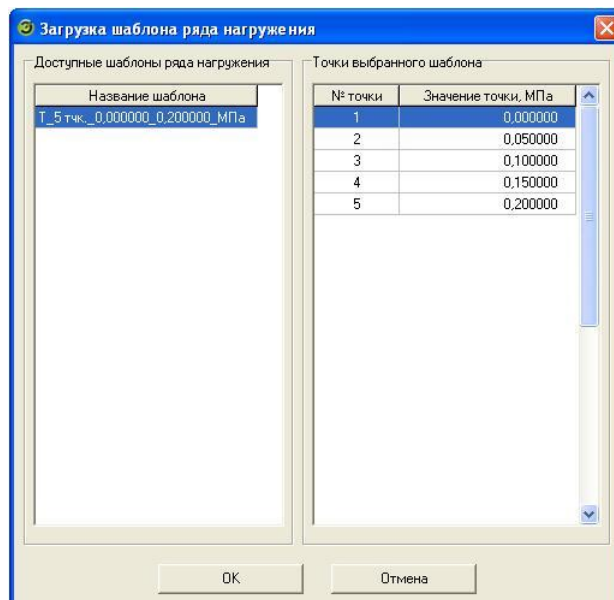

Рисунок 3.7.16 – Диалог выбора шаблона ряда нагружения
- «*Загрузить шаблон*». Кнопка предназначена для загрузки ряда нагружения из ранее сохраненного шаблона. При этом все ранее добавленные точки ряда нагружения удаляются. При нажатии на неё выводится диалог выбора шаблона ряда нагружения (рисунок 3.7.16).